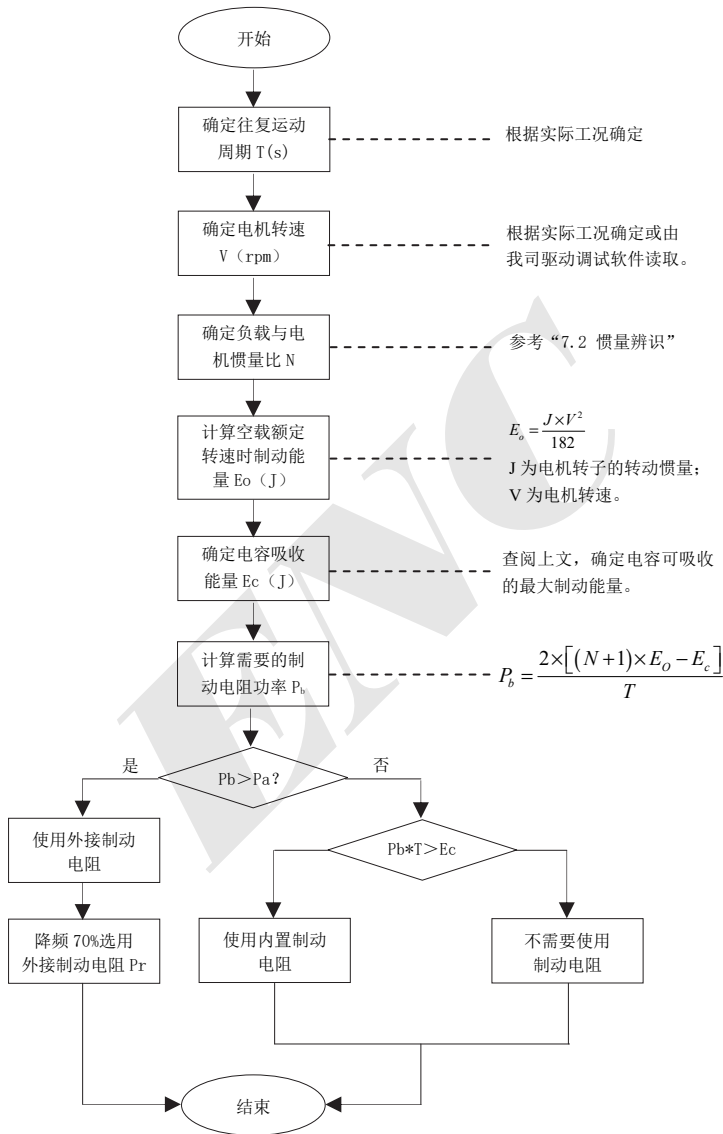

图 6-8 制动电阻选型流程图
如果知道完成整个制动过程所需的时间 (T)，再根据图 6-8 选型流程和公式即可计算出是否需要外置电阻，以及外置电阻的功率大小。
(3) 制动电阻选型流程